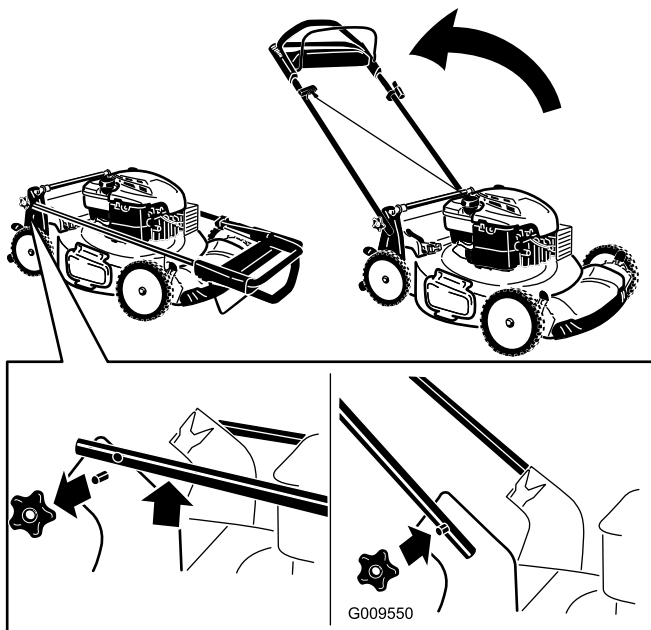

Figure 3
1. Retirez les boutons du guidon du carter de la machine (Figure 3).